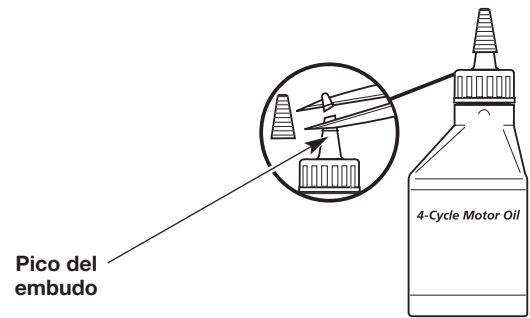

Fig. 10
2. Saque la tapa de la botella de aceite. Corte la punta del pico del embudo (Fig. 10).